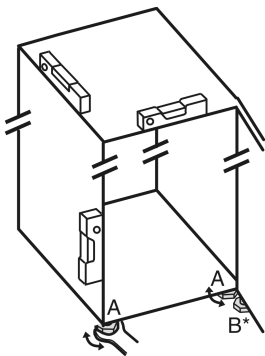

Fig. 5
- ▶ Az állítható lábakat Fig. 5 (A) a mellékelt villáskulccsal és egy vízmerce segítségével csavarja ki addig, amíg a készülék szilárdan és egyenesen be nincs igazítva.
- ▶ A csapágybak állítható lábát Fig. 5 (B) a mellékelt villáskulccsal csavarja ki úgy, hogy a padlón fekdüdjön.
- ▶ Az állítható lábát Fig. 5 (B) forgassa tovább 90°-kal.